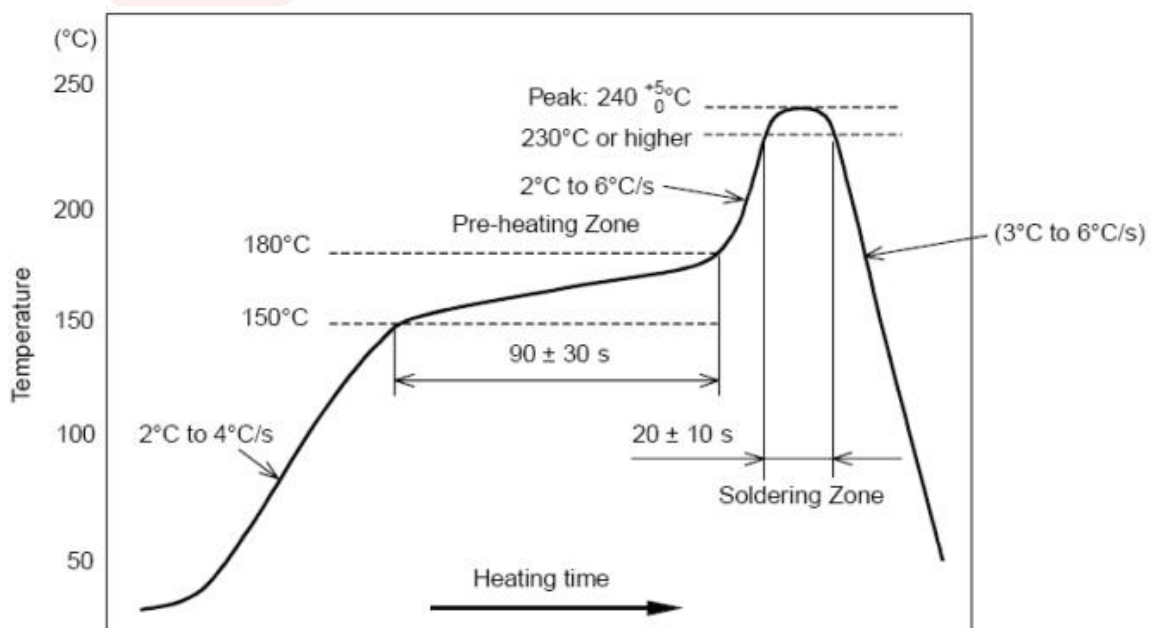

图 11. 部件的焊接耐热性温度曲线(焊接点)
- 2、允许回流焊次数：2 次，基于以下回流焊(条件)(见图 11)；
- 3、温度曲线：回流焊应按照下列温度曲线(见图 11)；